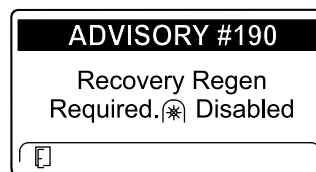

図 46
- リカバリ再生が必要です PTO が無効化されました アドバイス番号 190 図 46